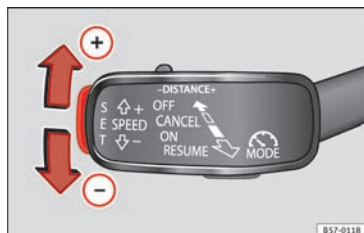

Fig. 187 A sinistra del piantone dello sterzo: terza leva per utilizzare il sistema di regolazione automatica della velocità.
- Per programmare la velocità attuale premere il tasto **SET** » **fig. 187.**
- Per aumentare o diminuire gradualmente la velocità, premere brevemente la leva verso l'alto/il basso » **fig. 187.**